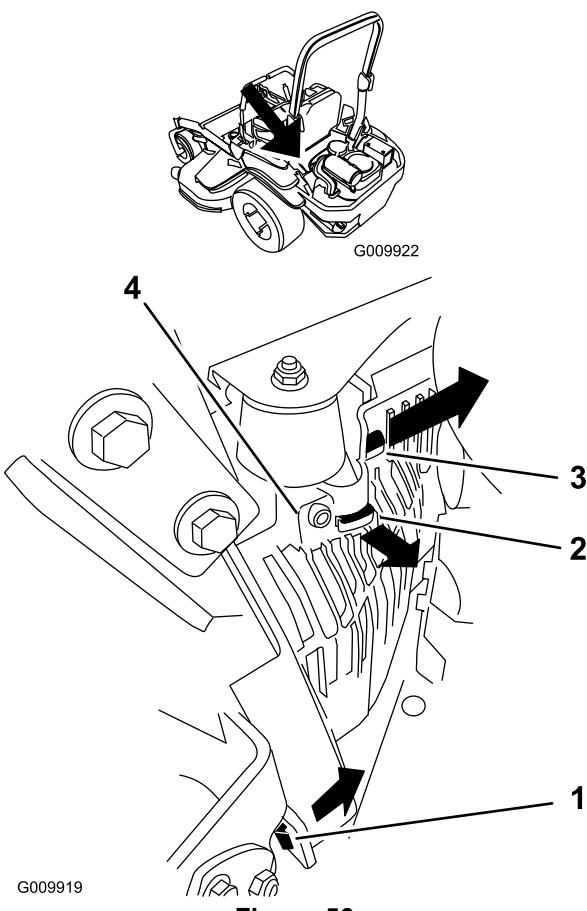

Figura 56
- Retire la cubierta de la unidad hidráulica de la izquierda en el orden indicado en Figura 56. Así tendrá acceso a la bujía delantera.
5. Instale la cubierta de la unidad hidráulica izquierda (Figura 56).